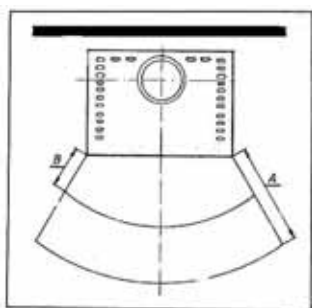

Fig. 8
Per gli elementi costruttivi, i mobili e i tessuti di arredamento infiammabili situati nella zona d'irraggiamento della stufa è necessario rispettare una distanza minima di **80 cm** (A), misurati dal bordo anteriore dell'apertura del focolare. La distanza di sicurezza si riduce ai **40 cm** (B) qualora di fronte all'elemento sia installata una protezione areata (v. fig. 8).